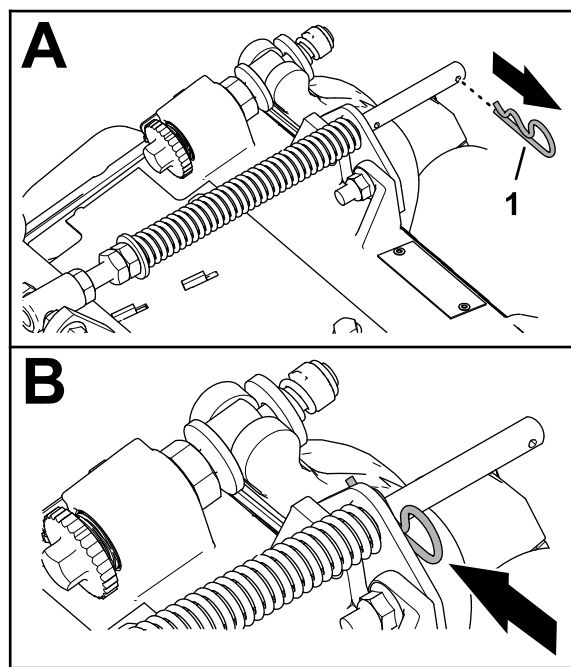

Рисунок 10
1. Если в заднем отверстии штока пружины компенсации установлен игольчатый шплинт, извлеките его и вставьте в отверстие рядом с кронштейном (Рисунок 10).